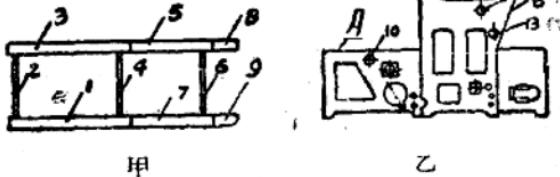

图 1
①如图1甲所示，将前部右侧下牆板1；前部横档2；左侧下牆板3及中部下横档4；支持杆10组成机框A（图1乙所示）。竖立时注意横档上有定位销者可根据它来定位，否则应根据横档两端高低和外面平齐，内幅上下一致来定位。
②次竖中部左牆板5，后部小横档6，中部右牆板7（图1甲所示）及支持杆11、12、13（图1乙所示）组成机框B。注意应使牆板接連处的两只車脚底面平齐，俾垫車木板順利，然后締紧连接螺絲。再后装上尾部左右小牆板8及9。
③在支持杆10、11中部鋸一小缺口，以充当机框中心校正器之用。并在机框下垫入铁板升降器六只。
①先校水平帘子主动轴、张力轴及过桥导盘轴水平灵活，做好记号拆下。
②次将帘下护皮及压皮扁铁一并装于小横档4（如图1甲所示）上。